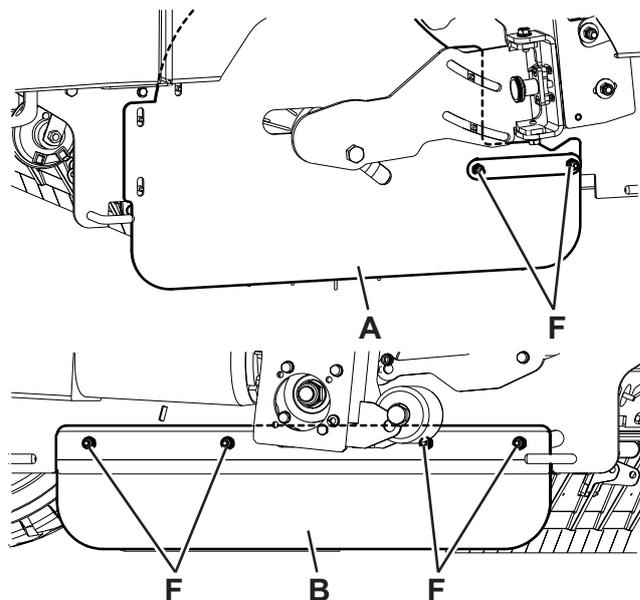
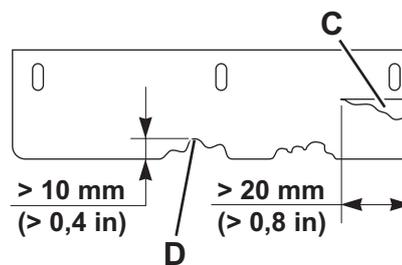
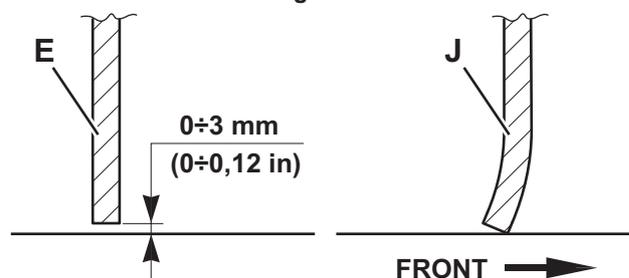
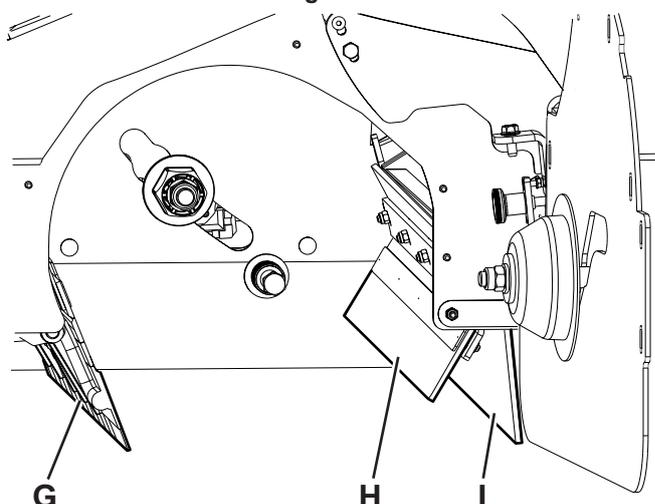

Figure 18
Figure 19
Figure 20
Figure 21
5. Contrôler l'intégrité des volets latéraux (A, Fig. 18) et (B). Remplacer les volets en présence de coupures (C, Fig. 19) supérieures à 20 mm ou de ruptures / déchirures (D) supérieures à 0,4 in (10 mm) (pour le remplacement des volets, se référer au manuel d'entretien).
6. Contrôler que la hauteur des volets latéraux (A, Fig. 18) et (B) du sol est comprise entre 0 et 0,12 in (0 et 3 mm) (Fig. 20).
Si besoin est, desserrer les écrous (F, Fig. 18) et régler la position des volets. Enfin, serrer les écrous (F).
8. Contrôler l'intégrité des volets avant (G, Fig. 21) et des volets arrière (H) et (I).
Remplacer les volets en présence de déchirures (C, Fig. 19) supérieures à 20 mm ou de cassures (D) supérieures à 0,4 in (10 mm).
9. Contrôler que les volets avant (G, Fig. 21) et arrière (G) touchent légèrement le sol et qu'ils ne s'en détachent pas (J, Fig. 20).